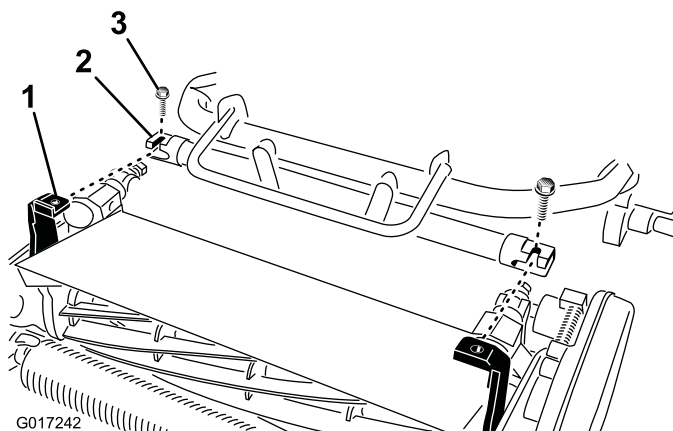

Рисунок 5
4. Продвигайте раму тягового блока вперед (Рисунок 5) до зацепления с шарнирными рычагами режущего блока.
5. Прикрепите раму тягового блока к шарнирным рычагам режущего блока 2 болтами на 3/8 x 3/4 дюйма (Рисунок 5).